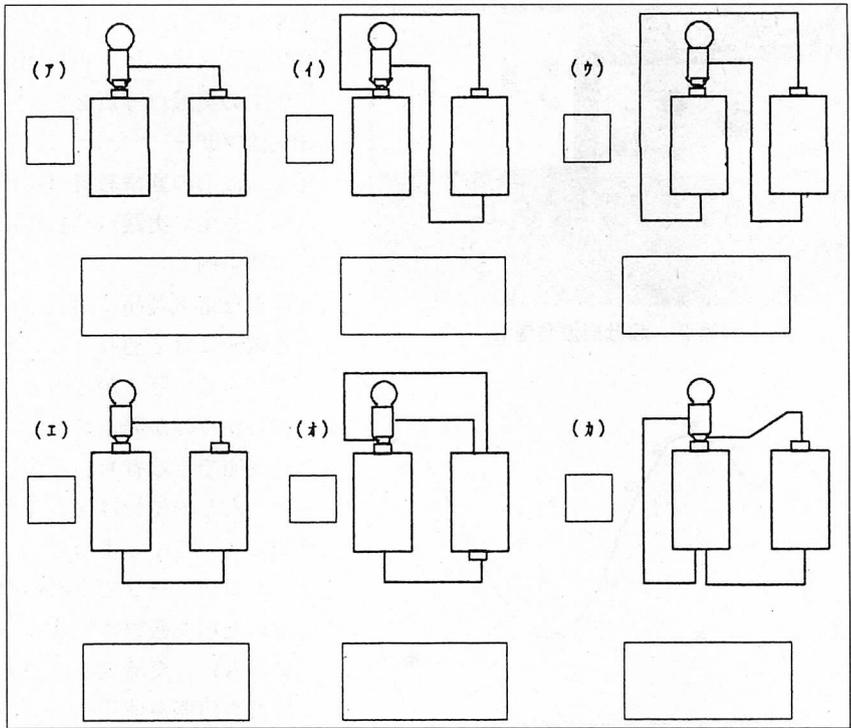

図 1
電気領域の導入に図1に示すようなものを用いて実習を行なっている。この実習は、6つの回路について、豆球の点灯の有無を考えさせるものである。この実践は十数年前の大会で発表されたものである。はじめは、電池と豆球を組み合わせていくつもの回路を考えさせる中から、電気回路について正しい知識を習得させようとねらったものであった。そこで私も同じように行なったが、時間がかかりすぎてしまう難点があった。問題のある回路についてのみ提示する中で、一つ一つ実習を通して考えさせるようにしたのである。
- ①回路が繋がっていない……………図1の(ア)
- ②点灯する（電源は電池1個のみ）……………図1の(イ)
- ③点灯する（電源は電池2個直列接続）……………図1の(ウ)
- ④点灯しない（電位差がない）……………図1の(エ)
- ⑤点灯しない（短絡がある）……………図1の(オ)
- ⑥点灯する（電源は電池2個並列接続）……………図1の(カ)